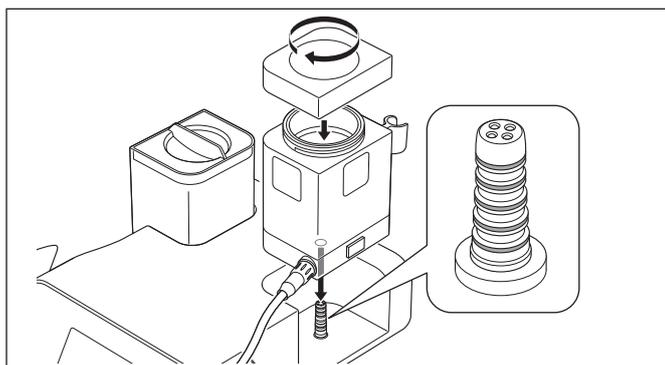
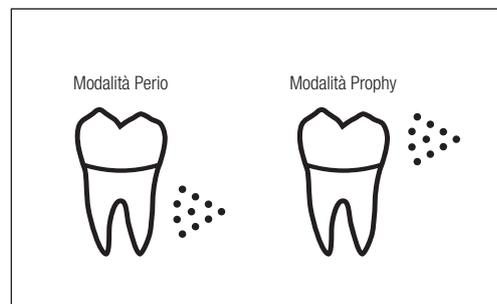

Fig. 25
Fig. 26
2) Chiudere saldamente il coperchio del serbatoio e inserire il serbatoio nell'unità di controllo (Fig. 25). Il tipo di serbatoio inserito viene visualizzato sul pannello LCD con una delle seguenti icone (Fig. 26).
- Prima di inserire il serbatoio nell'unità di controllo, verificare che gli O-ring del connettore del supporto del serbatoio non siano danneggiati o lacerati (Fig. 25). La presenza di danni o strappi potrebbe causare un funzionamento irregolare o malfunzionamenti.